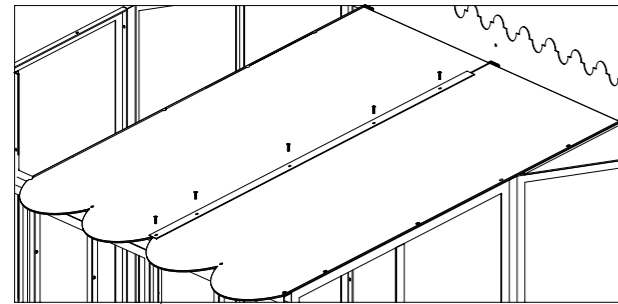
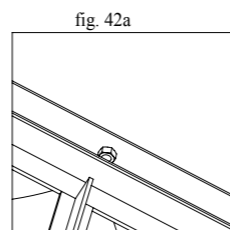

fig. 40
fig. 42a
- I** Poggiare sopra i pannelli di polycarbonato, in corrispondenza della trave ad "U", il profilo piatto (fispo) (cod. KITRAFIAD) ed inserire le viti negli appositi fori (figg. 40 e 41). Dopo aver assemblato i cappellotti con le viti, fissare con queste i pannelli di polycarbonato al profilo di gronda (fig. 42). Avvitare il tutto dall'interno con gli appositi dadi filettati come in fig. 42a.
- GB** Place the flat (fispo) profile (code KITRAFIAD) on the polycarbonate panels, at the "U" beam, and insert the screws in the holes provided (fig. 40 and 41). After assembling the caps with the screws, fix the polycarbonate panels to the gutter profile (fig. 42) with these. Tighten everything from the inside using the threaded nuts provided, as shown in fig. 42a.
- F** Poser sur les panneaux en polycarbonate, au niveau de la travée en "U", le profil plat (fispo) (cod. KITRAFIAD) et insérer les vis dans les trous (fig. 40 et 41). Après avoir assemblé les pièces faitières avec les vis fixer avec celles-ci les panneaux en polycarbonate au profil de la gouttière (fig. 42). Visser le tout de l'intérieur avec les écrous filetés prévus à cet effet comme indiqué en fig. 42a.
- E** Apoyar a la altura de la viga en "U" sobre los paneles de polycarbonato el perfil plano (Fispo) (cód. KITRAFIAD) e introducir los tornillos (fig. 40 y 41). Ensamblar los topos con los tornillos y fijar los paneles de polycarbonato en el perfil canalón (fig. 42). Atornillar todo desde adentro con las tuercas roscadas como se indica en la fig. 42a.
- D** Auf die Polycarbonatplatten auf Höhe des "U"-Profils das Flachprofil (Fispo) (Art. KITRAFIAD) legen und die Schrauben in die entsprechenden Löcher stecken (Abb. 40 und 41). Die Kappen mit den Schrauben zusammenbauen und dann die Polycarbonatplatten am Traufenprofil festschrauben (Abb. 42). Das Ganze wie auf Abb. 42a dargestellt von innen mit den entsprechenden Gewindemuttern festschrauben.